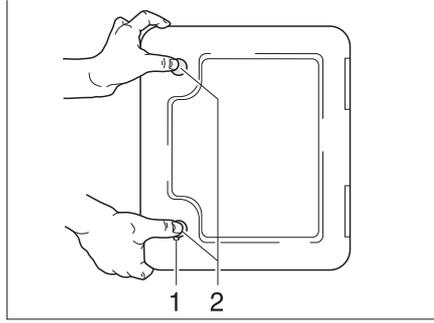

Fig. 142 Trampa para el cassette Thetford
La trampa de evacuación para el cassette Thetford (Fig. 142) está en la parte exterior del vehículo.
- Introducir la llave en el cilindro de cierre del cierre a presión (Fig. 142,1) y girarla un cuarto de vuelta en sentido de las agujas del reloj.
- Presionar ambos cierres a presión (Fig. 142,2) al mismo tiempo con el pulgar y abrir la trampa para el cassette Thetford.